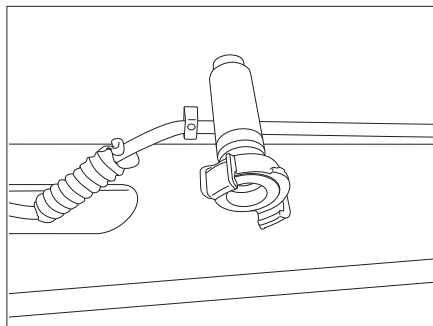

Bild 180 Frischwasseranschluss (Messingverrohrung)
- Frischwasser am Bajonettverschluss (Messingverrohrung, Bild 180) anschließen.
- Frischwasseranschluss (Messingverrohrung, Bild 180) entfernen.